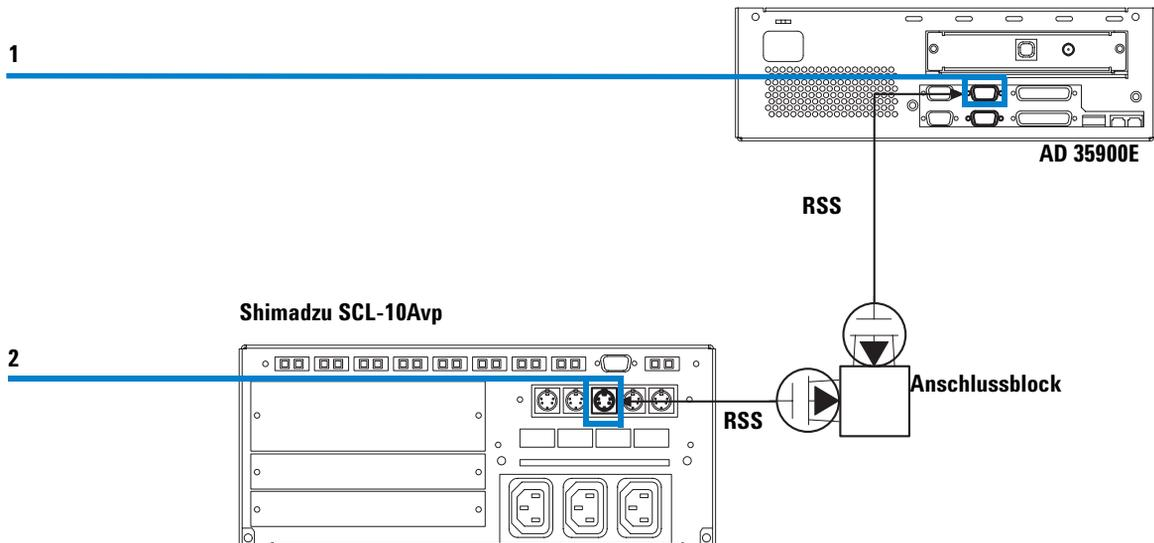

Abbildung 18 Verbindung RSS vom ADC zum Shimadzu SCL-10Avp
- 2 Verbinden Sie das Remote Start/Stoppkabel, wie in **Abbildung 18** gezeigt. Die zwei Remote-Start/Stoppkabel werden an dem Shimadzu „Anschlussblock“ oder einem anderen Anschluss für Kabelschuhe angeschlossen.
- 4 Wenn das Event-Kabel, wie in Abbildung 18 auf Seite 45 beschrieben, richtig installiert ist, können Sie **Relay 1** auswählen.